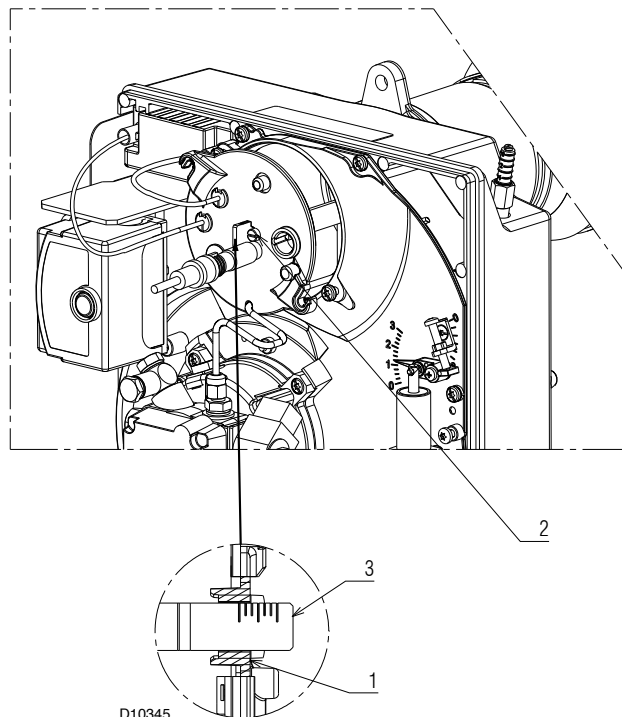

Abb. 16
- Die Stellschraube 2) (Abb. 16) so weit im oder gegen den Uhrzeigersinn drehen, bis die auf der Einstellspindel markierte Raste 3) mit der Außenfläche des Düsenstocks 1) übereinstimmt.